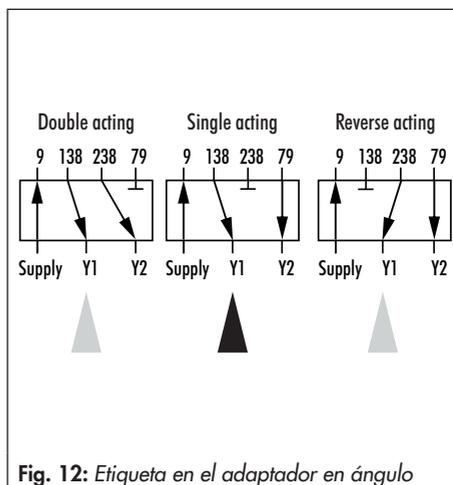

Fig. 12: Etiqueta en el adaptador en ángulo
3. Atornillar la placa reversible (7) en el adaptador en ángulo (6), elegir la función de conmutación según Fig. 12 girando la placa reversible.